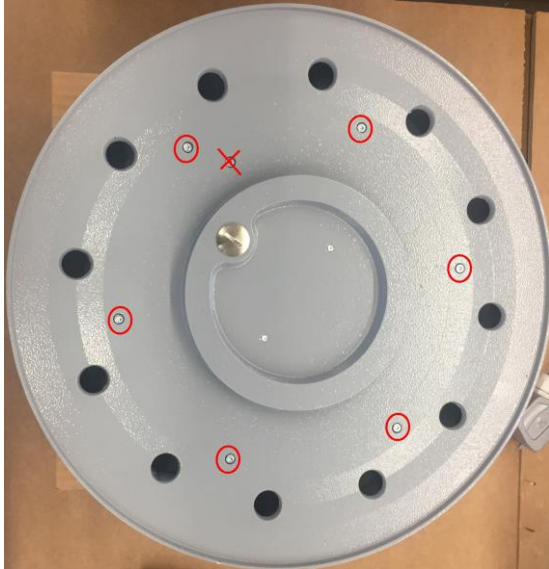

Bild1
1. Die 6 Schrauben (Bild1) herausschrauben